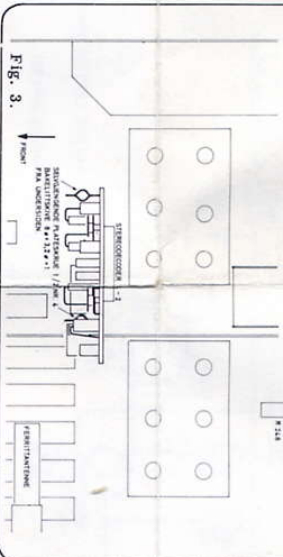

Fig. 3.
3. Trekk ut ekvivalenktortet og monter dekoderen som vist i fig. 3. Legg isolasjonsskivene mellom skruhodene og hovedplattens folieside og fest med to skruer fra TK-platens folieside.
6. Tviinn ledningene (sort og blå) sammen og lodd dem til vendersesksjonen og MF-platen som vist på fig. 3.